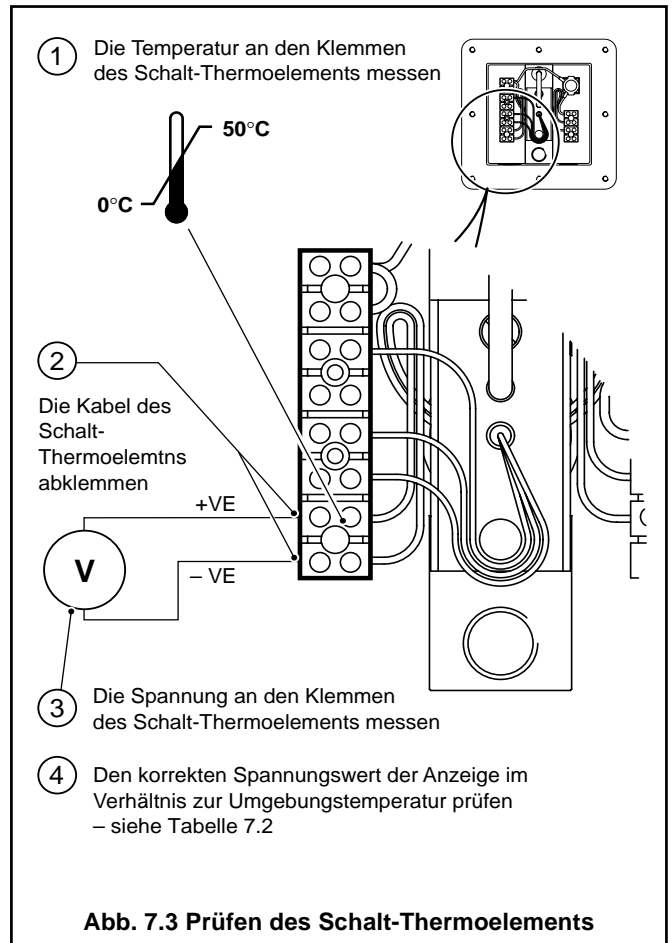

Abb. 7.3 Prüfen des Schalt-Thermoelements
7.2 Prüfen des Schalt-Thermoelements – Abb. 7.3
- b) Die Spannung des Schalt-Thermoelements entsprechend Abb. 7.3 überprüfen.